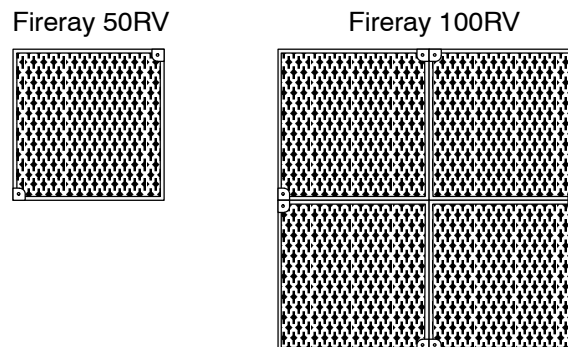

Fig. 4.: Dispositivi di riflessione a prisma
- Ciascun dispositivo di riflessione viene fissato mediante due fori di montaggio. Sistemare i quattro dispositivi di riflessione per Fireray 100RV in modo che non siano presenti fori di montaggio al centro (ved. Fig. 4.).